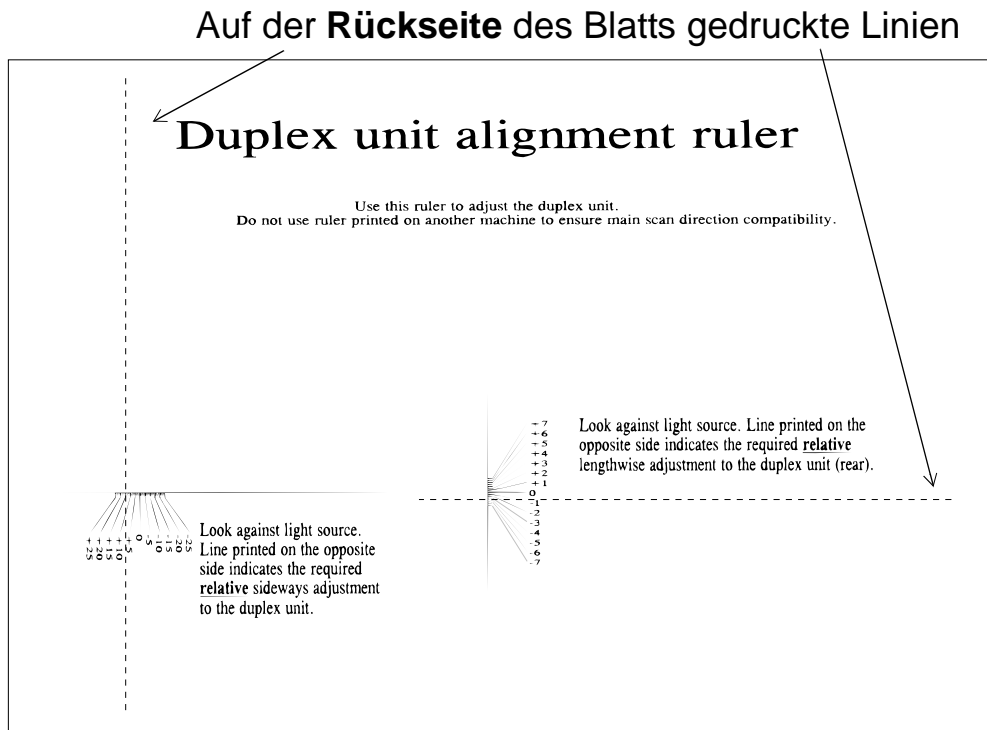

Abbildung 6-12 Linealblatt zur Ausrichtung des doppelseitigen Drucks
- ein *Linealblatt zur Ausrichtung für den doppelseitigen Druck* zur Ermittlung der horizontalen und vertikalen Ausrichtungswerte. („duplexv“ steht für „duplex vertikal“.) Siehe Abbildung 6-12.
Abbildung 6-12 illustriert das *Linealblatt zur Ausrichtung*. Mit Hilfe dieses Blatts können Sie die Ausrichtung zwischen dem Druckbild auf der Vorderseite und der Rückseite bei einem doppelseitigen Ausdruck vermessen.